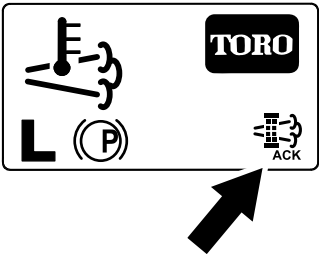

Figura 67
8. L'InfoCenter visualizza la schermata Home e l'icona della rigenerazione (Figura 67) è presente nell'angolo in basso a destra della schermata mentre la rigenerazione procede.